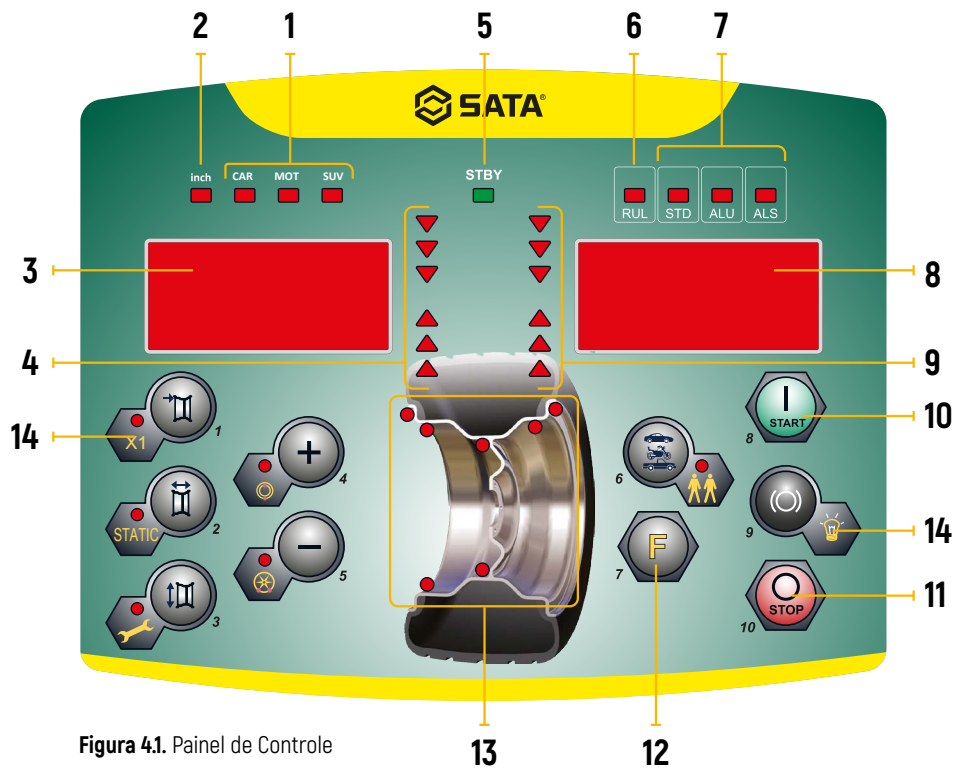

Figura 4.1. Painel de Controle
O painel de controle é mostrado abaixo na **Figura 4.1**. O operador pode confirmar comandos e inserir/modificar dados pelo painel de controle, o qual também pode exibir resultados de balanceamento e informações do equipamento. As funções no painel de controle são descritas na **Tabela 4.1**.
- LED de tipo de Programas, veja a **Figura 4.1**, página 10.
- LED de PROGRAMAS posição de Desbalanceamento. Veja a **Figura 4.1**, página 10.